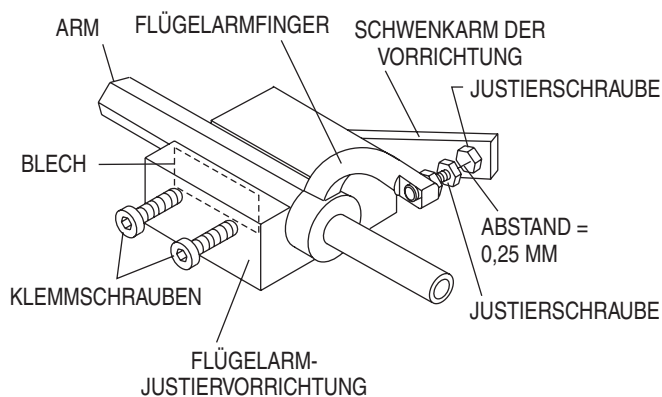

Abb. 35. Komponenten der Flügelarm-Justiervorrichtung
3. Abb. 35 zeigt die Flügelarm-Justiervorrichtung mit eingespanntem Flügelarm. Die Flügelarme werden nacheinander in die Vorrichtung gespannt, dort wird die Justierschraube jedes Flügelarms so eingestellt, dass sie den Anschlag an der Vorrichtung berührt. Somit werden alle Flügelarme gleich voreingestellt, was eine ebene und gleichmäßige Flügelstellung ermöglicht.
4. Die Klemmschrauben der Vorrichtung etwas herausdrehen und den Flügelarm in die Aufnahme legen, Abb. 35. Die Flügelbefestigungsbohrungen im Flügelarm ggf. mit einem dünnen Blech abdecken. Die Justierschraube am Flügelarm gegenüber der Justierschraube an der Vorrichtung (Anschlag) positionieren.
6. Justierabstand (siehe Abb. 35) für den ersten Flügelarm einstellen. Die restlichen Flügelarme werden anschließend ebenfalls auf diesen Abstand eingestellt.